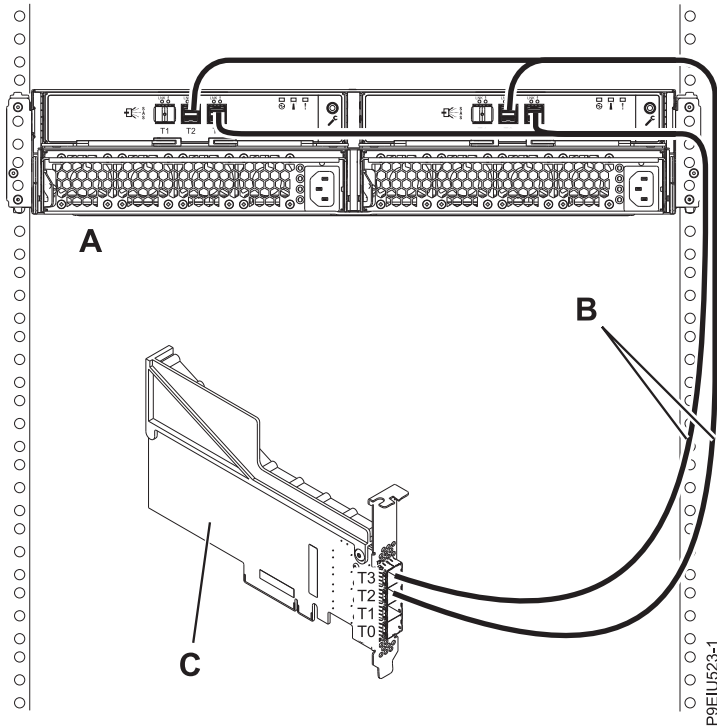

図 18. 2 本の YO12 ケーブルを使用した、9040-MR9 または 9225-50H システム内の PCIe スロット C12 にある FC EJ0K SAS アダプターへの 1 台の ESLL ストレージ・エンクロージャまたは ESLS ストレージ・エンクロージャのモード 2 接続
18. 22 ページの図 18 に示すように、2 本の YO12 ケーブル (B) を使用した、9040-MR9 または 9225-50H システム内の PCIe スロット C12 にある FC EJ0K アダプター (C) への 1 台のエンクロージャー (A) のモード 2 接続を行います。次に、27 ページの『ケーブルと電源コードの接続およびカバーの取り付け』に進みます。
19. 図 18 に示すように、2 本の YO12 ケーブル (B) を使用した、9040-MR9 または 9225-50H システム内の PCIe スロット C09 および C12 にある 2 つの独立 FC EJ0K アダプター (C) への 1 台のエンクロージャ (A) のモード 2 接続を行います。次に、27 ページの『ケーブルと電源コードの接続およびカバーの取り付け』に進みます。